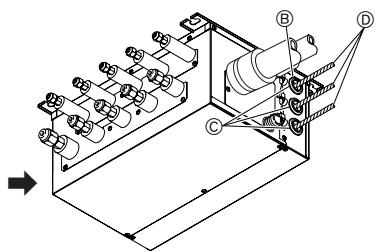

Fig. 9-2
3. Führen Sie die Kabel in den Verteilerkasten. (Fig. 9-2)
7. Wenn der Verteilerkasten im Außenbereich installiert wird, achten Sie darauf, dass die Durchführungen der Kabel mit einem geeigneten Füllkleber versiegelt werden, um das Eindringen von Regenwasser zu verhindern. (Fig. 9-2)